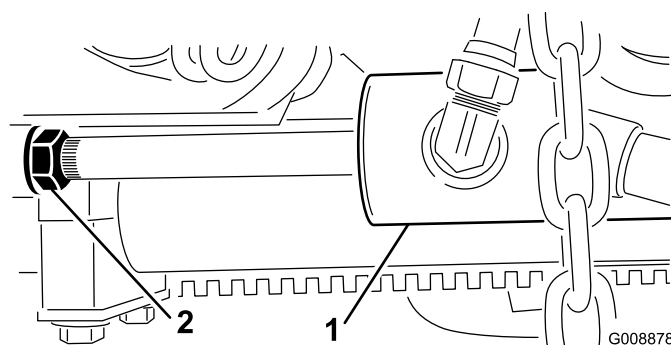

Bild 12
- B. Drehen Sie die die Klemmmutter am Zylinder heraus (Bild 12).